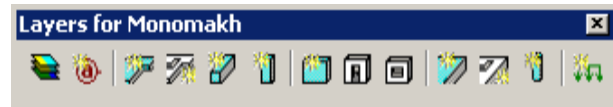

Рис.12.1.1. Панель инструментов Layers for Monomakh
- Подгрузите панель инструментов (рис. 12.1.1) **Layers for Monomakh** в AutoCAD, следуя инструкции приведенной в файле *readme*.